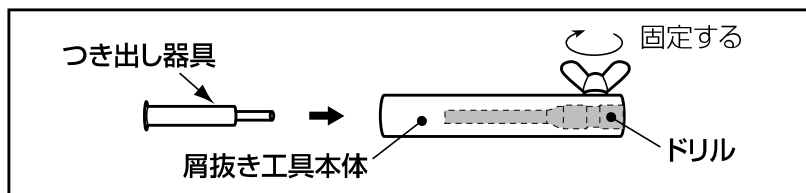

図41
2. ドリルを屑抜き工具に挿入して、ドリルの頭と屑抜き工具の端面が一致した状態で、固定します。 図41 参照
3. 図41の太矢印の方向より、つき出し器具を挿入してください。